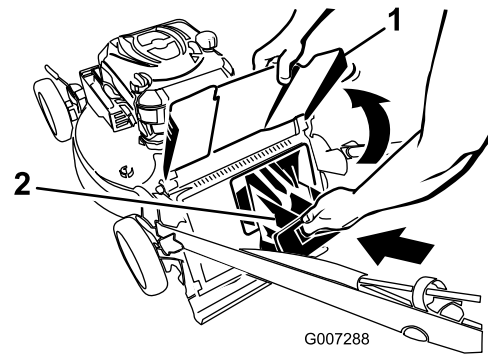

Bild 28
**Wichtig:** Stellen Sie sicher, dass die Heckauswurfklappe arretiert ist. Arretieren der Klappe: Heben Sie das Heckauswurfablenkblech an (Bild 28), drücken Sie die Klappe fest ein, bis